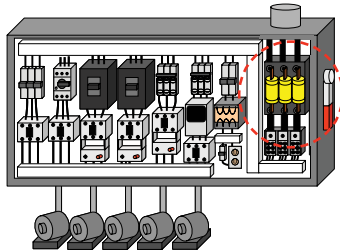
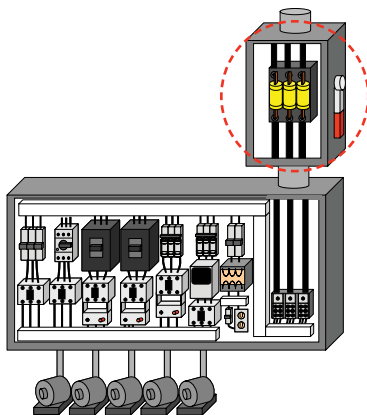

Figura 1A. Il dispositivo di protezione da sovracorrente principale fa parte dell'apparecchiatura.
Figura 1B. Il dispositivo di protezione da sovracorrente non fa parte dell'apparecchiatura ed è situato sulla linea.
La SCCR può essere un attributo di un singolo dispositivo elettrico, come un contattore o di un'apparecchiatura elettrica composta da più dispositivi all'interno di un alloggiamento, ad esempio un pannello di controllo industriale. La normativa prevede l'utilizzo di un OCPD per aiutare un apparecchio o dispositivo a raggiungere una determinata SCCR, questo può essere integrato nell'apparecchio, come l'OCPD principale di un pannello di controllo industriale (figura 1A) o può essere situato sul lato dell'apparecchio, fisicamente separato da esso (figura 1B).
1. Il dispositivo OCPD fa parte dell'apparecchiatura (confronta la figura 1A). In questo caso, il produttore dell'apparecchiatura include un dispositivo OCPD all'interno dell'apparecchio e la marcatura SCCR indica l'amperaggio simmetrico rms e la tensione.
2. L'apparecchiatura non è dotata di un dispositivo principale OCPD e si affida ad un dispositivo OCPD installato sul campo sulla linea. (confronta la figura 1B). In questo caso, la marcatura SCCR indica l'amperaggio simmetrico SCCR rms, la tensione e il tipo di dispositivo OCPD da utilizzare, nonché l'amperaggio nominale (spesso è indicato il valore massimo). Una marcatura SCCR può riportare ad esempio: "100 kA rms simmetrico, 480 V, fusibile massimo 400 A Classe J." Questo richiede l'installazione sul campo di fusibili Classe J da 400 amp o inferiori sulla linea al fine di ottenere la conformità con la marcatura SCCR.